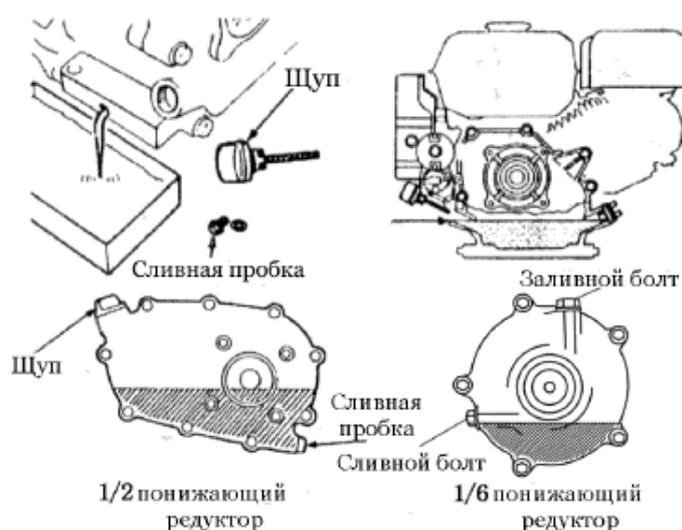

рис.22
- Открутите щуп масляного картера и сливную пробку, слейте масло. Вновь установите сливную пробку и туго ее затяните. (Рис. 22);